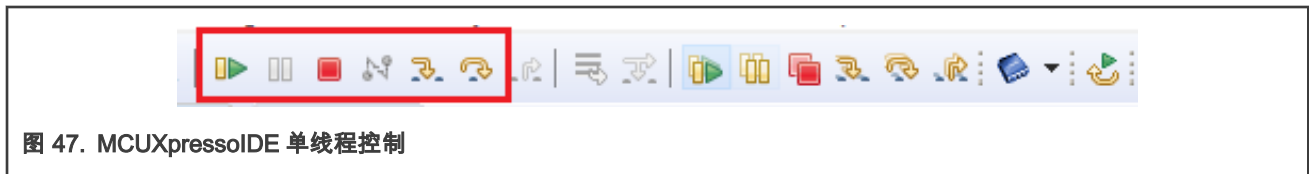

图 47. MCUXpressoIDE 单线程控制
- 选择两个打开的调试会话（多个选择），然后单击“暂停/恢复”（图 47 中突出显示）。